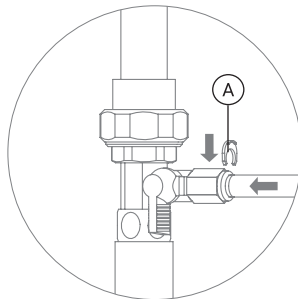

Рис. 11
2. Присоедините зеленую трубку, идущую на вход в фильтр к фитингу адаптер-вентили (см. раздел «Присоединение трубок» (стр. 9)), (рис. 11).